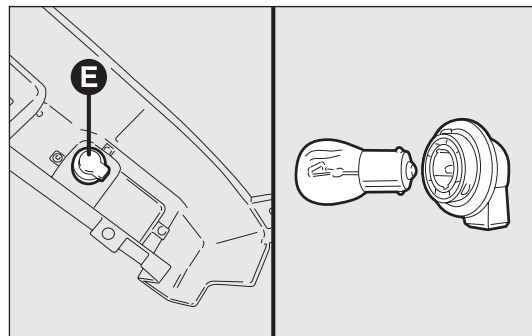

рис. 195
- ☐ поверните держатель Е против часовой стрелки (1/8 оборота), выньте лампочку с байонетным креплением, для этого слегка надавите и поверните ее против часовой стрелки; замените лампочку на новую – рис. 195.